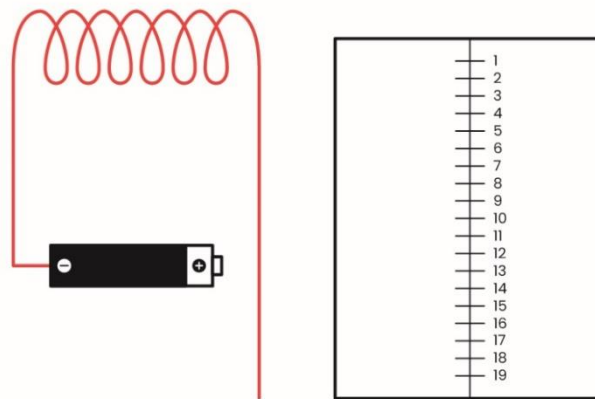

Abb.2: Beispiel für einen Elektromagneten und eine Skalentafel
4. Zeichne eine gerade Linie durch die Mitte eines DIN-A4-Blattes parallel zur langen Kante und markiere darauf eine Zentimeterskala von 0 bis 20 cm (s. Abb. 2).